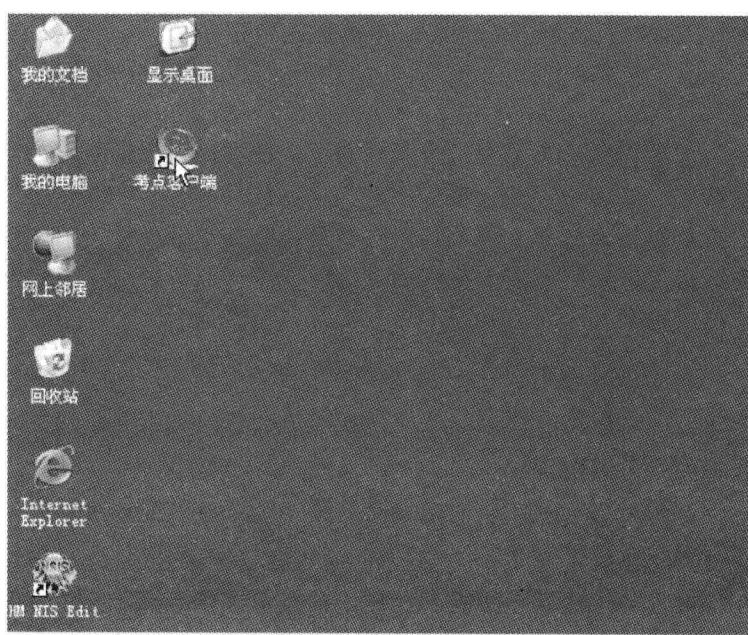

图1-4 启动考试程序
- (1) 启动考试程序。点击桌面上的考点客户端图标，启动考试程序，如图1-4所示。